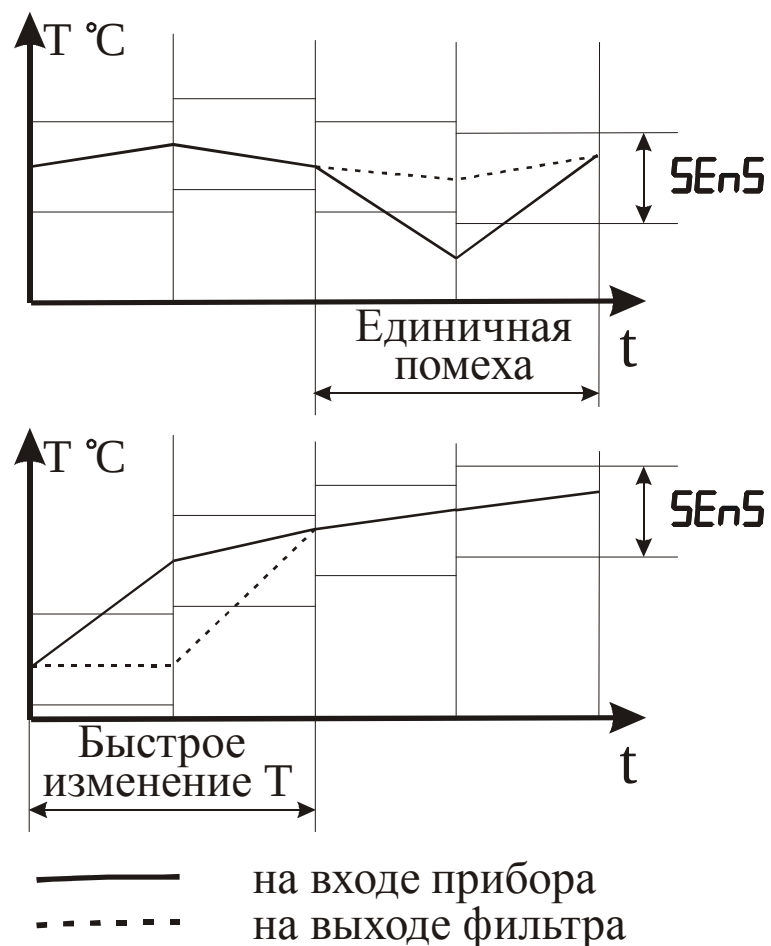

Рисунок 3.15 – Работа фильтра при воздействии случай-
3.3.3.7 С целью уменьшения влияния случайных импульсных помех на показания в прибор введена цифровая фильтрация. Работа фильтра описывается параметром "Полоса фильтра". Если текущее значение температуры или влажности отличается от результатов предыдущего измерения на значение, которое превышает указанное в параметре "Полоса фильтра", то проводится повторное измерение параметра, а на индикаторе остается старое значение (см. рисунок 3.15). О повторном измерении свидетельствует мигание светодиодного индикатора "К" зеленого свечения по соответствующему каналу.